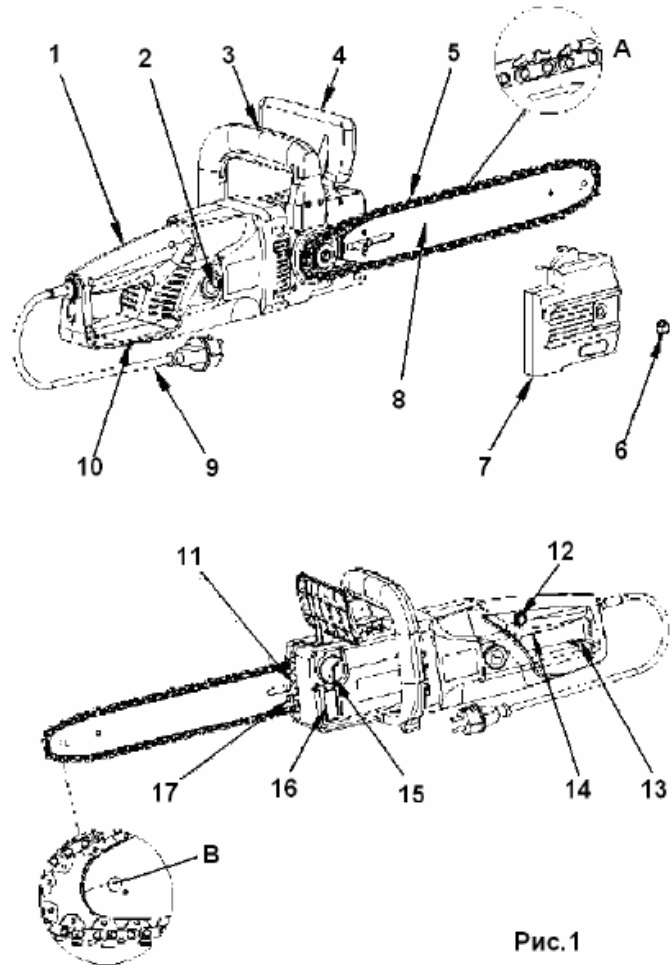
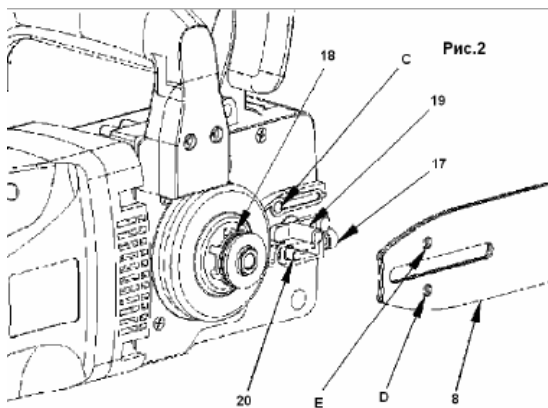

Рис.1
Рис.2
Если вы видите следы масла на цепи, то пила работает нормально. Если на цепи масло отсутствует, то прочистьте масляный выпускное отверстие (Рис.2), верхнее отверстие шины и шланг подачи масла, или обратитесь в сервисный центр.
Направляющая шина и пильная цепь поставляются отдельно (в разборном виде). Сначала открутите крепежный винт (6 Рис.1) и снимите крышку, закрывающую натяжной механизм направляющей шины пилы (7 Рис.1). Нижний болт натяжения (20 Рис.2), должен находиться по центру прорези направляющей шины. Если необходимо, более точно отрегулируйте натяжение цепи с помощью винта (17 Рис.2).
Всегда используйте специальные перчатки для защиты рук при монтаже цепи, проверке натяжения, сборке и разборке. Перед монтажом цепи на направляющую шину, проверьте направление режущих зубцов цепи (заточенная сторона зубцов). Направление движения цепи, указано на крышке (7) (Рис 3). Для того, чтобы определить направление пиления, если необходимо, переверните ее (5). Надевая цепь на шину, держите пилу с направляющей шиной (8) вертикально, концом шины вверх (5). Монтаж цепи начинайте с наконечника шины (8). Монтаж цепи на шину начинайте следующим образом: Установите направляющую шину с пильной цепью на болт (19) и на болт регулировки натяжения цепи (20). Наденьте цепь на звездочку (18) Проверьте еще раз правильное направление установки цепи (См. Рис. 1). Наденьте крышку (7 Рис.1), и закрутите крепежную гайку (6 Рис.1) гаечным ключом. Теперь цепь смонтирована на направляющую шину правильно.
Убедитесь, что цепь (5) находится в пазе направляющей шины (8) (Рис.1 а). Используя шестигранный ключ, поверните винт регулировки натяжения цепи (17) по часовой стрелке до тех пор, пока цепь не будет правильно натянута. Во время затягивания винта (20), направляющую шину необходимо держать вертикально вверх. Проверьте натяжение цепи еще раз (См. Рис. 3). Не натягивайте цепь очень туго. В холодную погоду цепь должна приподниматься от направляющего бруска приблизительно на 5 мм. Затяните туго контргайку (6).